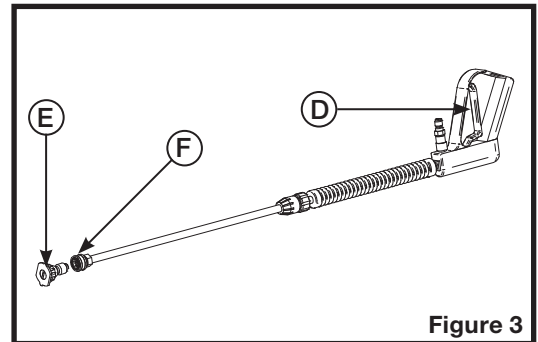

Figure 3
2. Appuyer sur la gâchette du pistolet (D sur la figure 3) jusqu'à ce que l'eau coule de façon régulière et soit limpide. Relâcher la gâchette du pistolet.
3. Installer une buse haute pression (E sur la figure 3) à la sortie de la lance (F sur la figure 3):